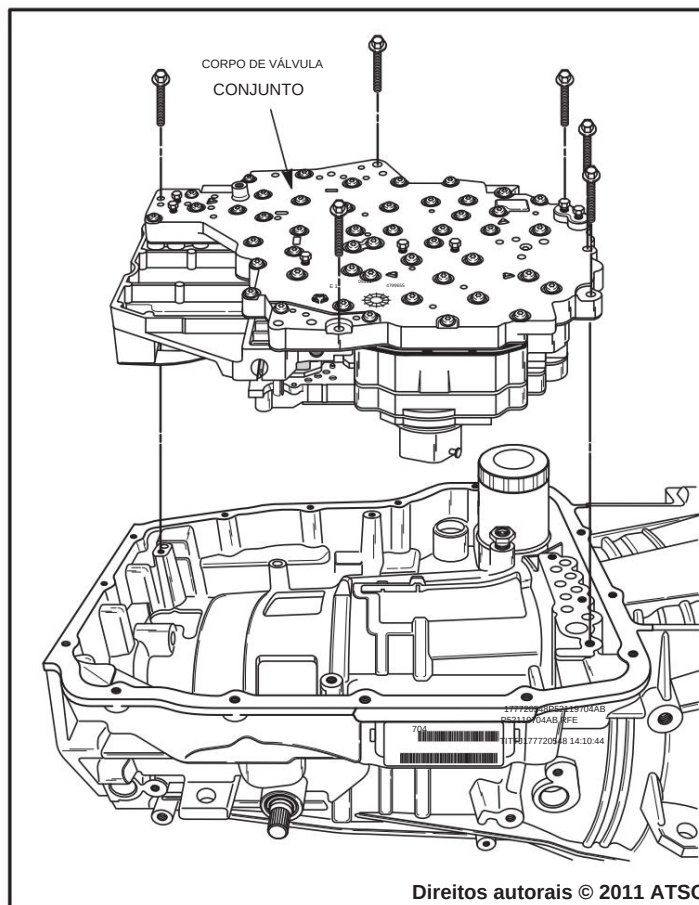

Figura 41
16. Remova os seis parafusos de fixação do corpo da válvula usando um soquete de 8 mm, conforme mostrado na Figura 41.
17. Remova o corpo da válvula completo e o Corpo TRS/Solenóide como um conjunto, conforme mostrado na Figura 41, e reserve para a seção de reconstrução do componente.